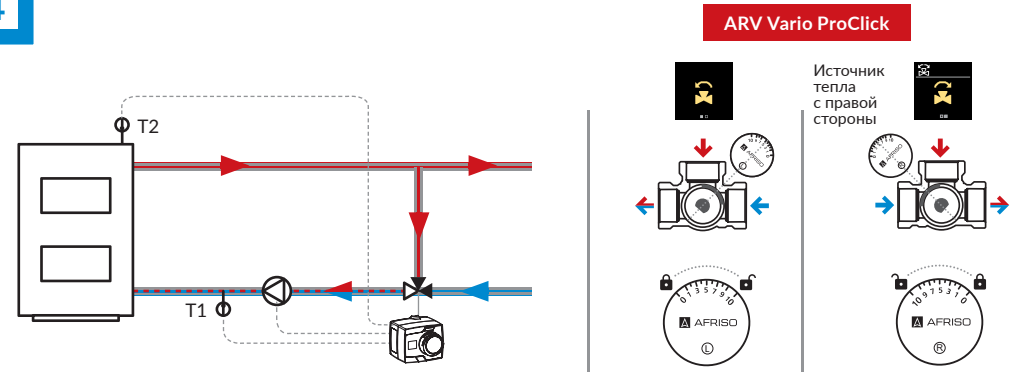
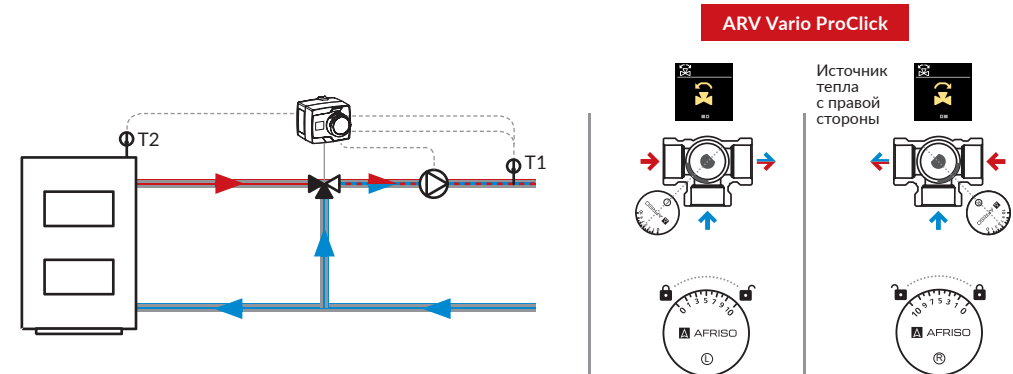
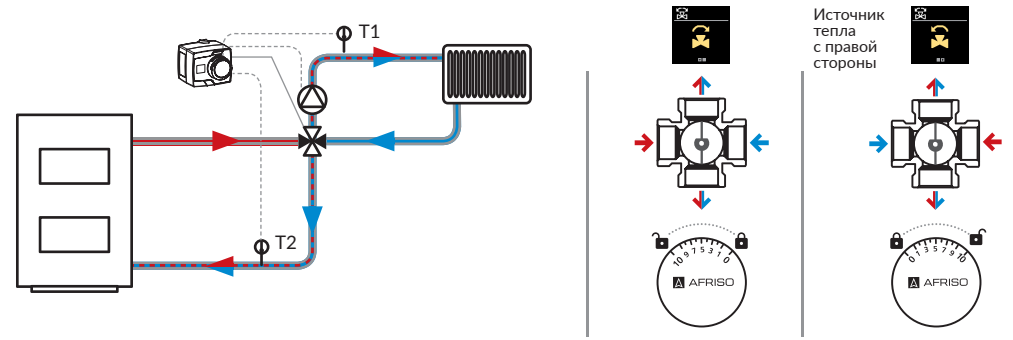

Рис. 9. Схема со смесительным клапаном ARV Vario ProClick, установленным на возврате к источнику тепла для защиты котла от низкотемпературной коррозии
Рис. 10. Схема со смесительным клапаном ARV Vario ProClick, установленным на подаче для поддержания заданной температуры
Рис. 11. Схема с 4-ходовым смесительным клапаном ARV ProClick для защиты котла от низкотемпературной коррозии
Выберите подходящую схему в соответствии с системой, в которой установлен смесительный клапан. Вы можете выбрать схему с клапаном, установленным на возврате к источнику тепла (Рис. 9), на подающем трубопроводе (Рис. 10) или с 4-ходовым клапаном (Рис. 11).
На последнем этапе необходимо установить соответствующую шкалу „от 0 до 10°” или „от 10 до 0°” в соответствии с выбранной схемой (Рис. 9, Рис. 10, Рис. 11). Чтобы сменить шкалу, снимите пластину, переверните ее и установите обратно.
1. Установите датчики температуры T1 и T2 в соответствии с выбранной схемой (Рис. 9, Рис. 10, Рис. 11) с помощью адаптеров, входящих в комплект, или специально подготовленных погружных гильз.